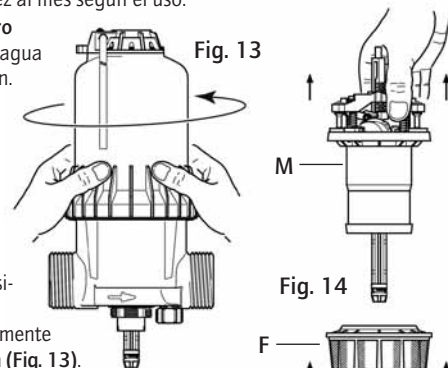

Fig. 13
- Desenroscar manualmente la campana y retirarla (Fig. 13).